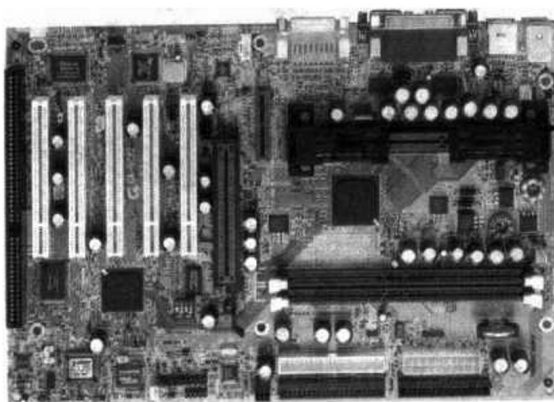

图 1.1.4 Slot 1 结构主板
(2) Slot 1 结构的主板 (见图 1.1.4): 它属于 Pentium II 级产品, 相对 Socket 7 结构的主板来说,